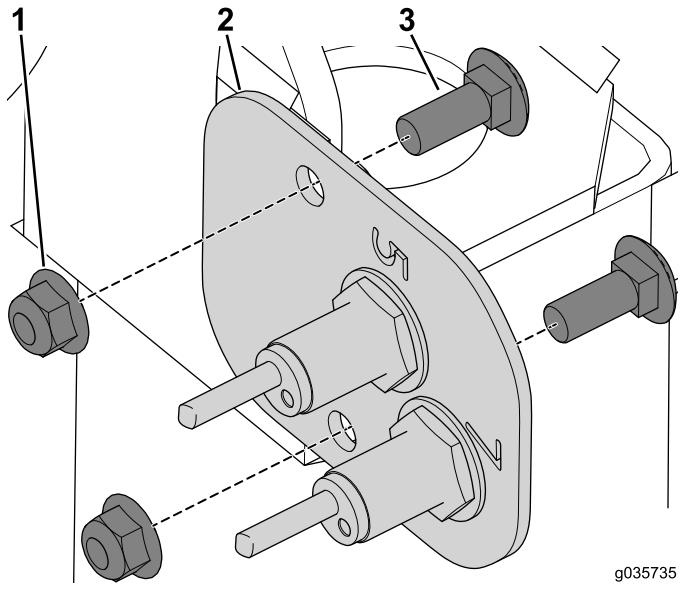

Figura 4
8. Rimuovete i bulloni a testa tonda e i dadi flangiati che fissano la piastra del sensore di sinistra al telaio (Figura 4).